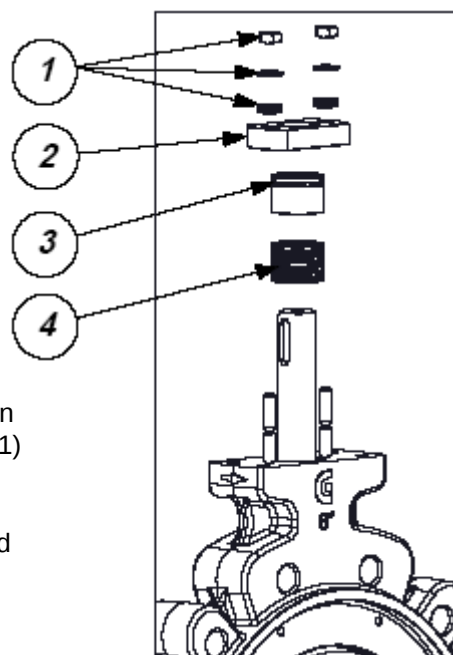

Fig.10
- Fjern leje og flanger (fig.9 og fig.10) og grafitpakninger som under " Udskiftning af øverste pakninger "